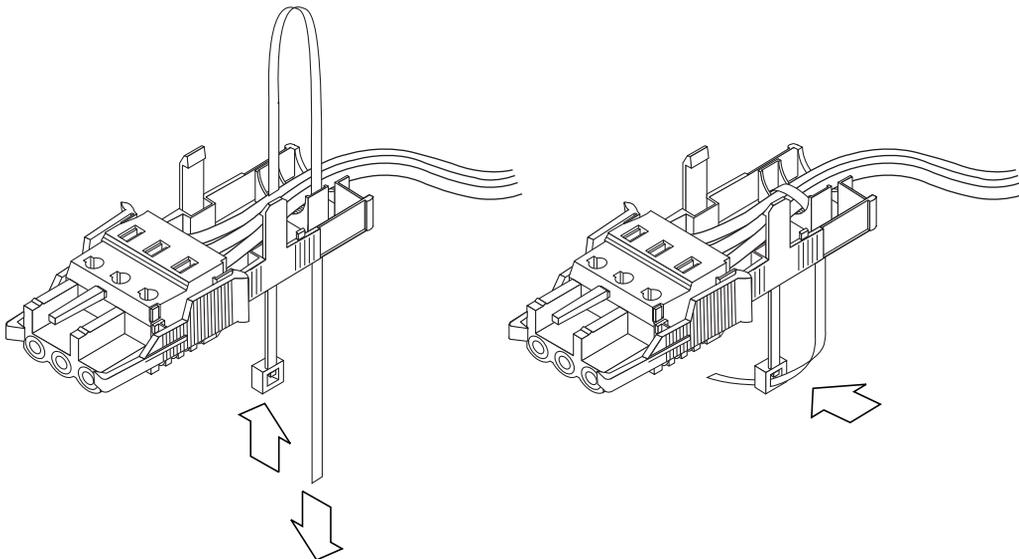

FIGURA 4-17 Fijación de los hilos en la caja de retención
4. Rodee los hilos con la brida y vuelva a sacar ésta por la otra abertura de la caja. Tense la brida para que los hilos queden bien fijos (FIGURA 4-17).